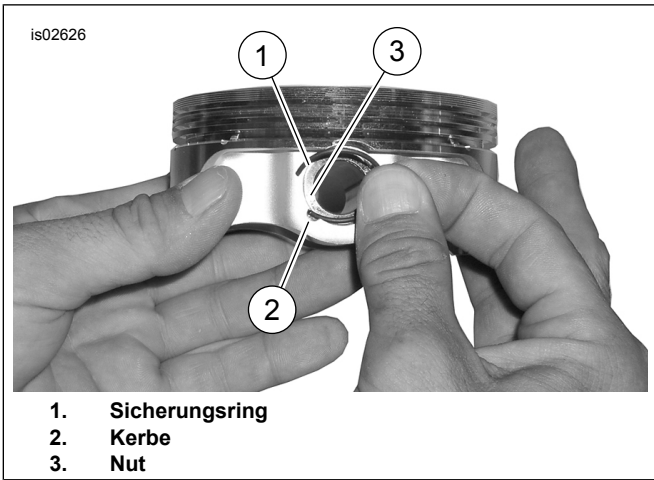

Abbildung 3. Sicherungsring und Kolben
1. Siehe Abbildung 3 >. Das offene Ende des Sicherungsringes (1) in die Kerbe (2) der umlaufenden Nut (3) des Pleuellebolzenvorsprungs so einsetzen, dass sich die Öffnung beim Einbau entweder in der 12-Uhr-Position oder in 6-Uhr-Position befindet.